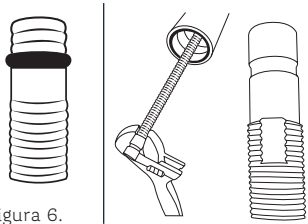

Figura 6.
2. Verifica que el vástago de extensión tenga bien colocado su empaque (ver Figura 6) e insértalo en la entrada del Grifo para el agua purificada (es la perforación del lado de la manija pequeña del Grifo). Hay que presionar hacia adentro el vástago para empezar a roscar; ten cuidado de no dañar el empaque. Puedes apretar el vástago con ayuda de una perica, colocándola en la sección plana del vástago, donde no hay cuerda, ubicada en la parte inferior del vástago (ver Figura 6). Si usas perica, aprieta moderadamente; cuida de no apretar con fuerza excesiva ya que puedes dañar el empaque o la rosca interna del Grifo.